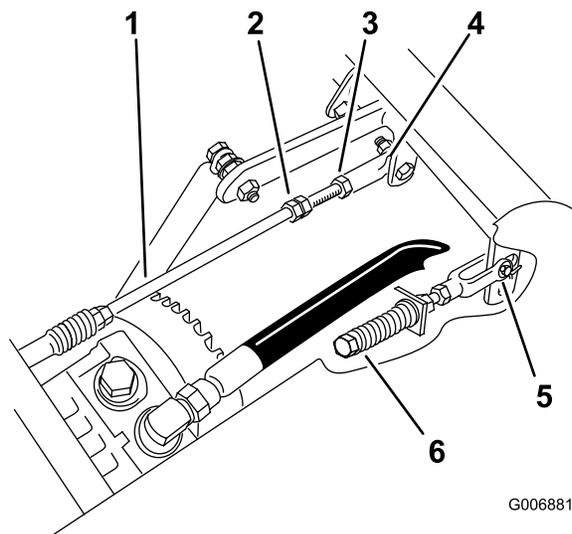

Figure 68
3. Réglez la longueur de la tige de pompe en tournant les doubles écrous dans le sens voulu, jusqu'à ce que la roue soit immobilisée ou tourne légèrement en marche arrière (Figure 68).
6. Serrez le contre-écrou contre la rotule (Figure 68).